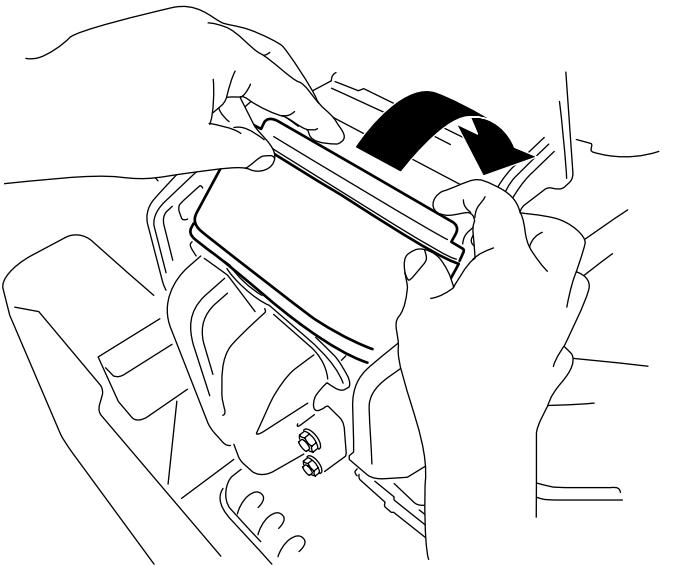

Figura 41
3. Introduzca el filtro en la cámara, girándolo para asentarlo correctamente contra el colector (Figura 41).